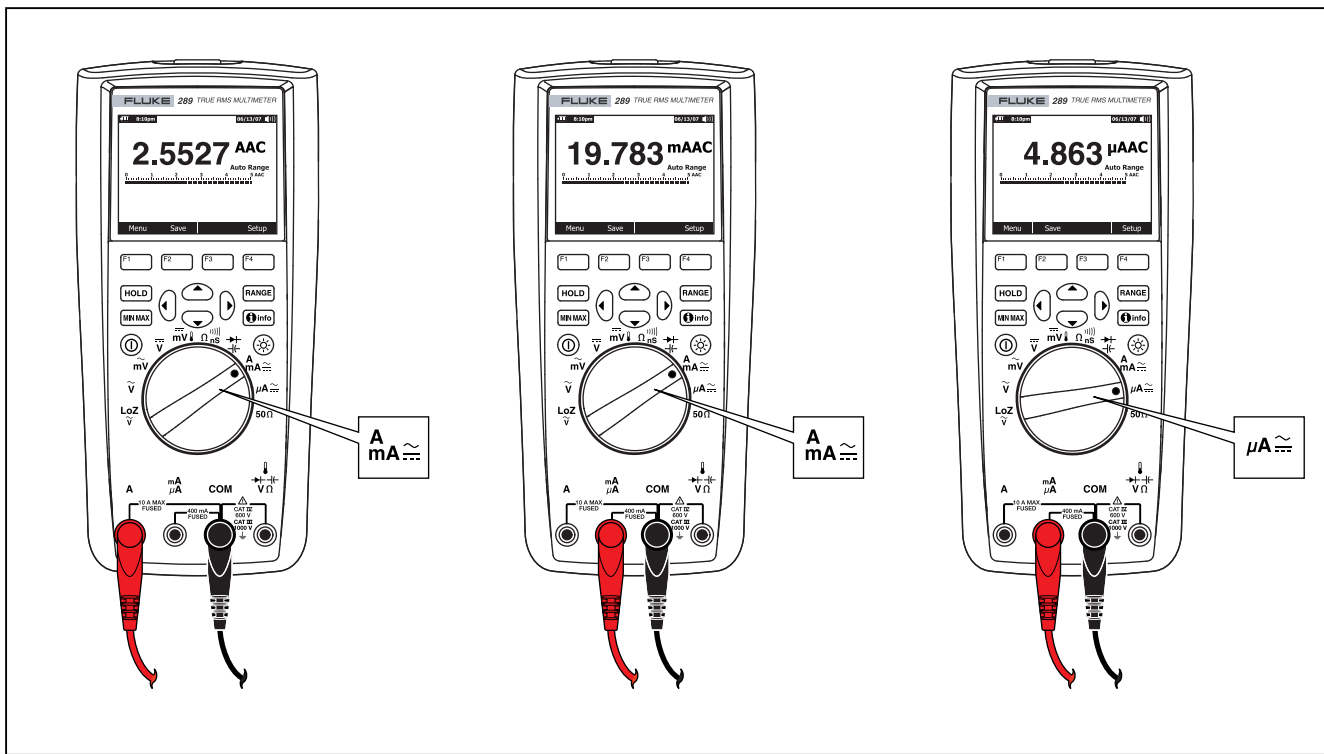

图 21. 电流测量设置
1. 如果使用的是 A 端子，将旋转开关设到  $\overline{\text{mA}}$ 。如果使用 mA/μA 端子，对 5000 μA (5 mA) 以下的电流，将旋转开关设到  $\overline{\mu\text{A}}$ ；对高于 5000 μA 的电流，设到  $\overline{\text{mA}}$ 。参阅图 21 中的测试导线连接和功能档选择。请参阅“Input Alert Feature”部分，了解测量电流时，仪表对测试导线使用错误所用的警报方式。